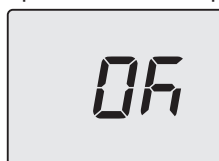

Figura 5.52
- Premendo il tasto 15 (Figura 5.47) si ottiene la conferma del valore inserito. Il display visualizzerà per 5 sec. quanto segue (Figura 5.52) poi, si porterà al livello superiore.